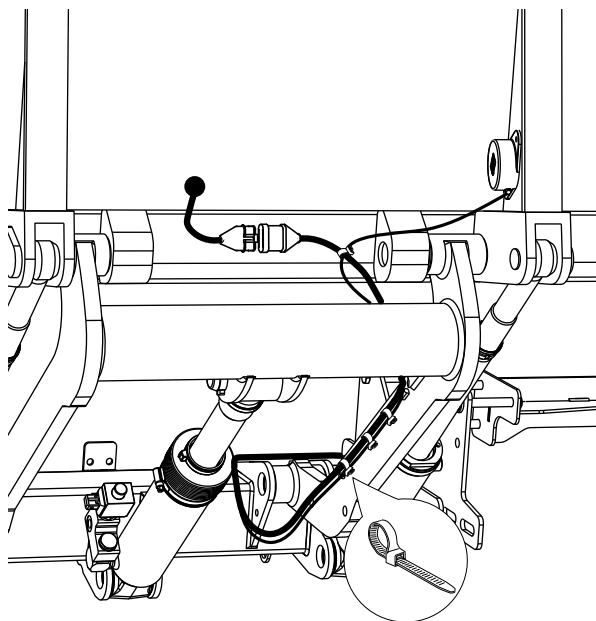

Bild 57. Montering av kablage
1. Anslut medföljande kabel till kontakten på fotmanöverdonets/varningsbelysningens kabel och dra sedan kabeln och montera med buntband, se Bild 57.